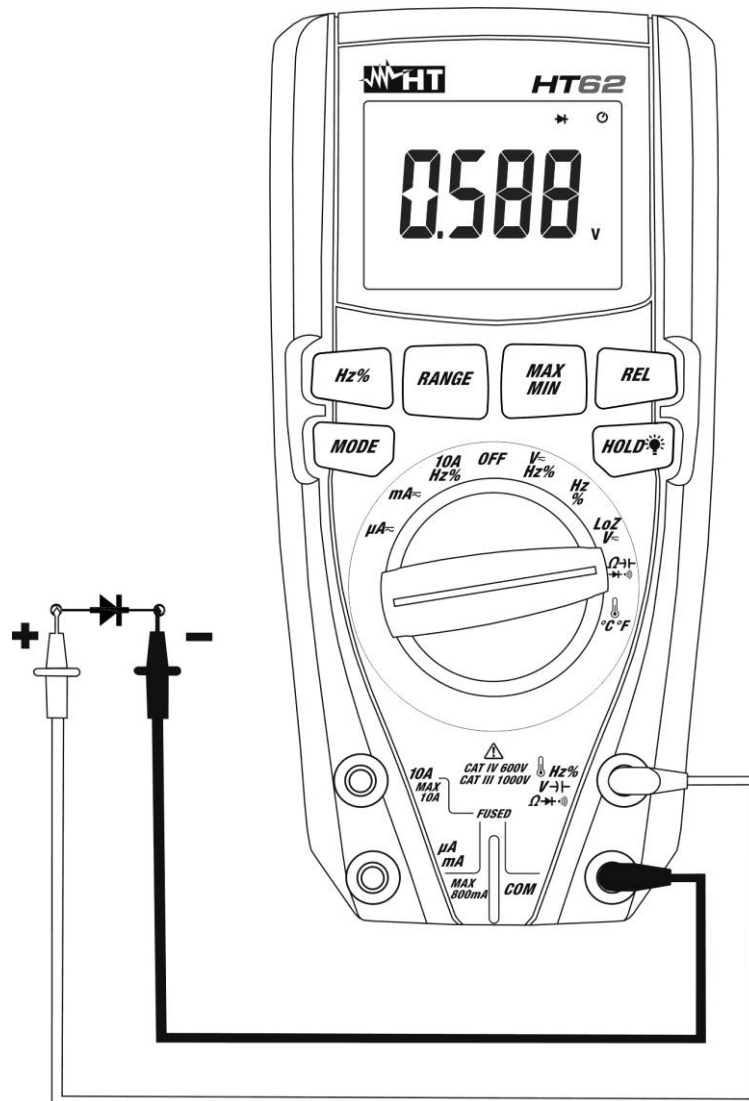

Fig. 7: Uso do instrumento para o Teste de Díodos
4. Colocar as ponteiros nas extremidades do díodo em exame (ver Fig. 7) respeitando as polaridades indicadas. O valor da tensão do patamar em polarização direta é apresentado no display.
6. Se o instrumento apresenta a mensagem "**O.L.**" os terminais do díodo estão invertidos em relação ao indicado na Fig. 7 ou a junção P-N do díodo está danificada.